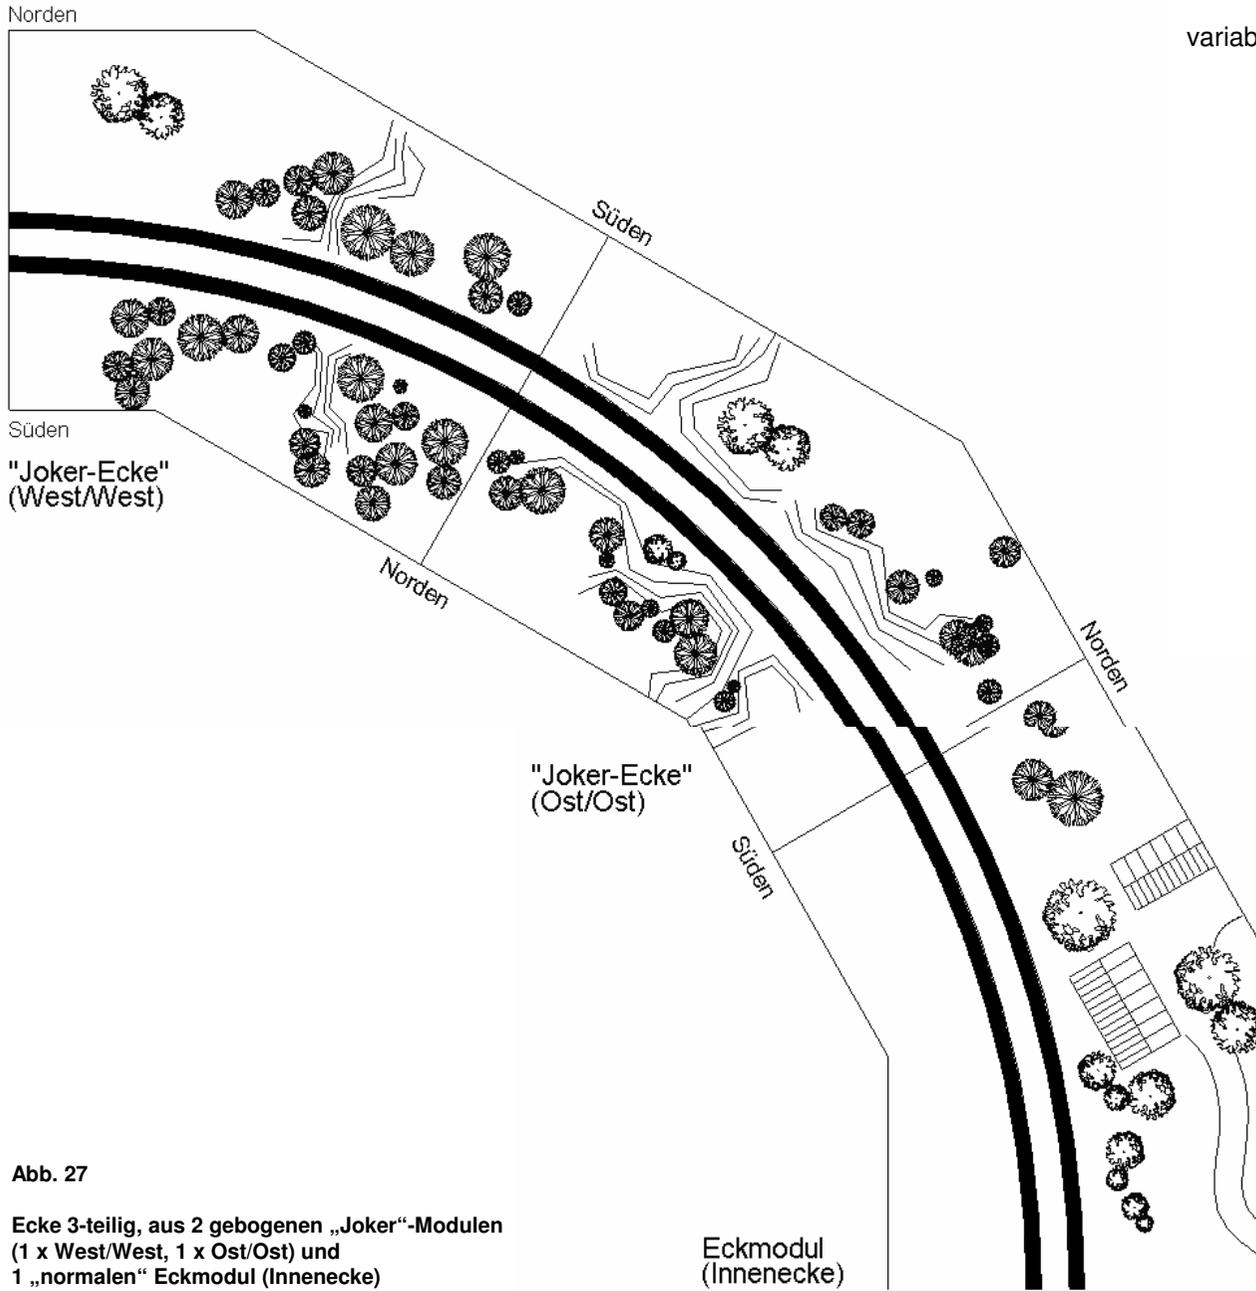

Abb. 27
- ☞ die Kombination von „Joker-Ecken“ mit einem oder mehreren „normalen“ Eckmodulen (egal ob Innen- oder Außenecken) problemlos möglich (siehe Gestaltungsbeispiel Abb. 27 sowie Abb. 29).